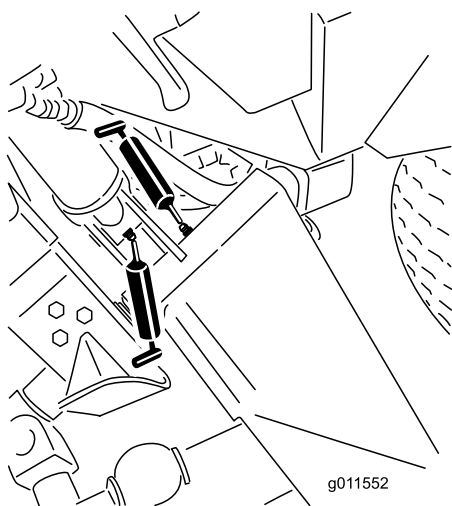
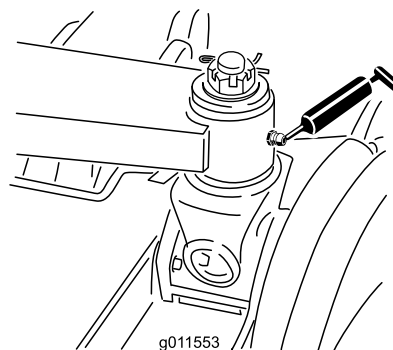

Figura 46
Figura 47
- Casquillos de los brazos de elevación principales (6) (Figura 46 y Figura 47)